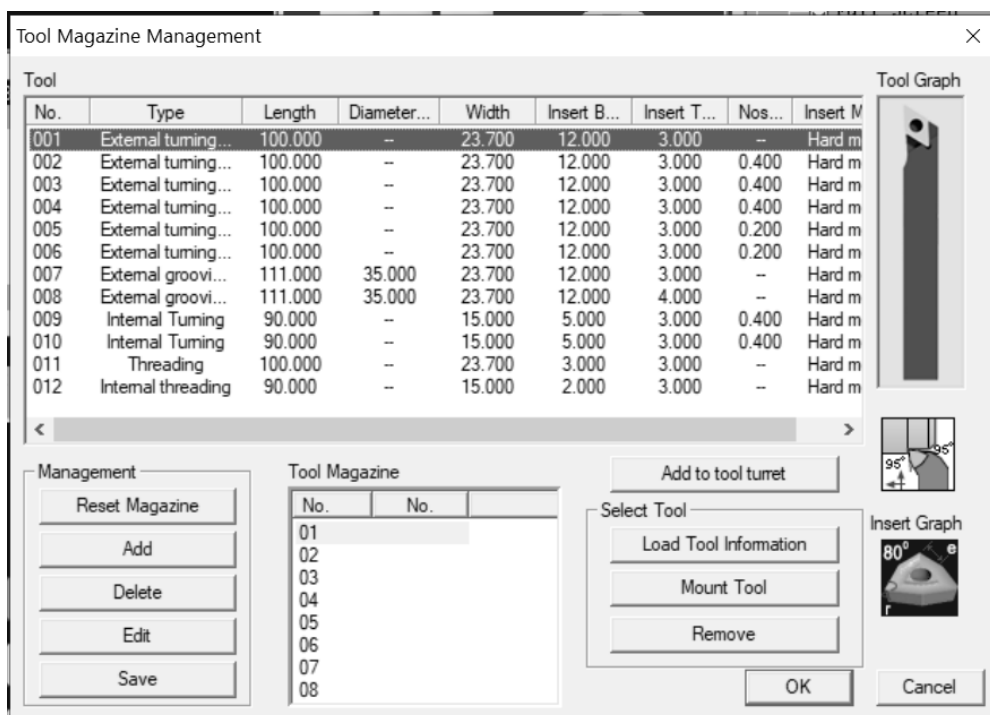

Рисунок 2.6 – Выбор токарного проходного резца из инструментальной базы данных
3.4 Выбрать для позиции T1 токарный проходной резец (рисунок 2.6).